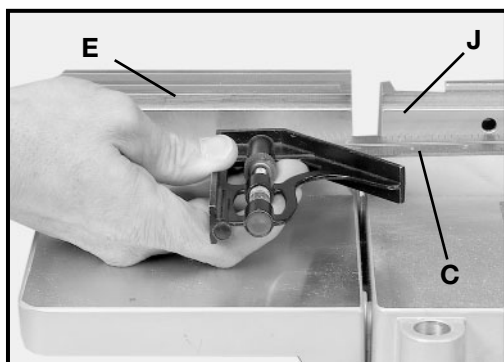

Fig. 7E
5. À l'aide d'une règle (C) fig. 7E, assurez-vous que le support du guide coulissant (E) s'aligne bien avec le guide (J) de la scie, comme il est illustré, et serrez les deux vis montées à l'ÉTAPE 4.